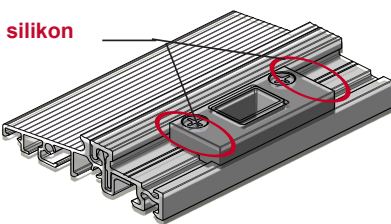

rys. 10
- **Silikonuj** wszystkie miejsca styku listwy klipsującej z zaczeptami i łącznikami progu. (rys. 10)